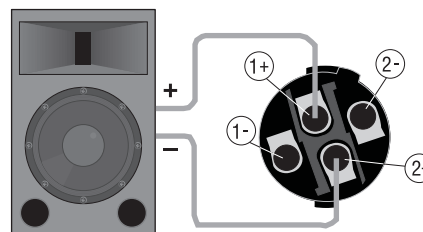

图 2.12 LCD 控制屏
1. 确保放大器没有任何电缆连接。打开前面板上的电源开关。LCD 控制屏应亮起 (图 2.12)。